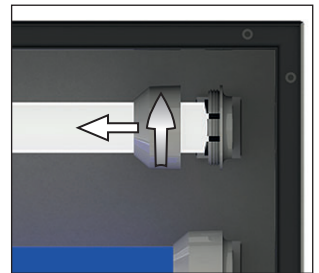

Abb. 35 Verschraubungen lösen
6. Verschraubungen an den Fassungen der Leuchtstoffröhren lösen, die ausgetauscht werden sollen (Abb. 35).